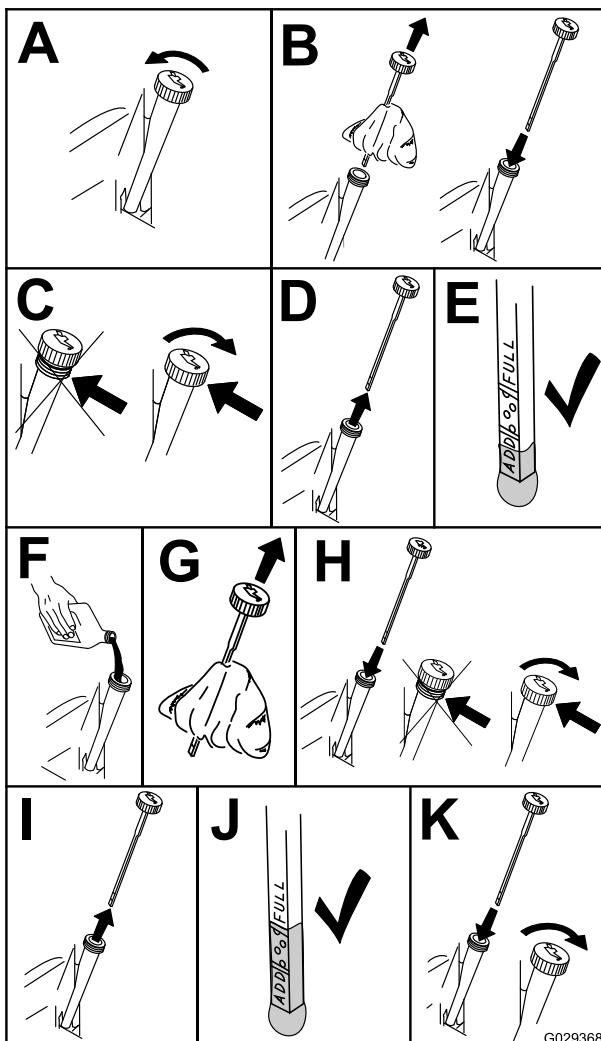

図 45
3. エンジン内部に異物が入らないように、オイルキャップやディップスティックの周囲をきれいにする図 45。